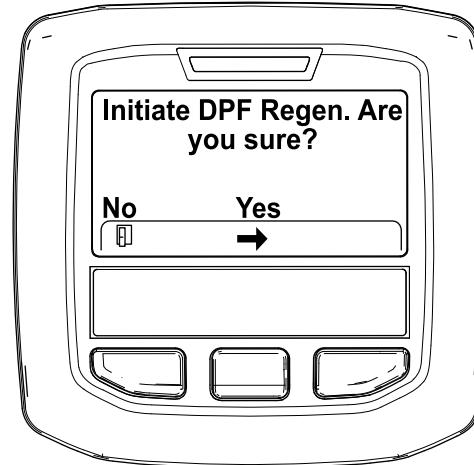

Figura 31
4. Cuando aparezca el mensaje "Iniciar regeneración del FPD. Are you sure?" (¿Desea iniciar el proceso de restauración del FPD?), presione el botón central (Figura 31).